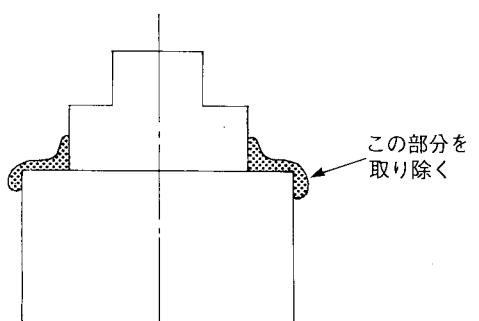

図 2-13
- ④ はみだしたフラットワックスを取り除く(図 2-13)。